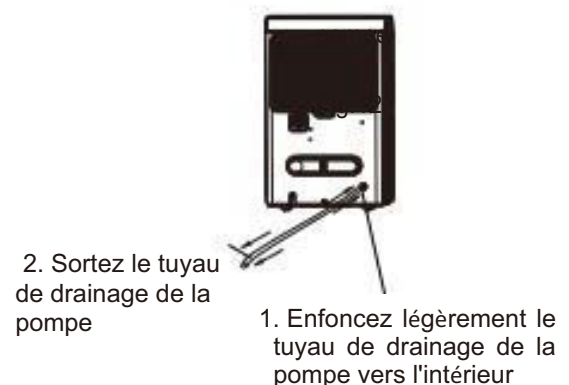

Fig.13
- Pour cela, enfoncez légèrement le tuyau de drainage de la pompe vers l'intérieur puis sortez-le de l'orifice de sortie (Fig. 13). Veillez à ce que l'eau qui sort du tuyau ne mouille pas le sol.